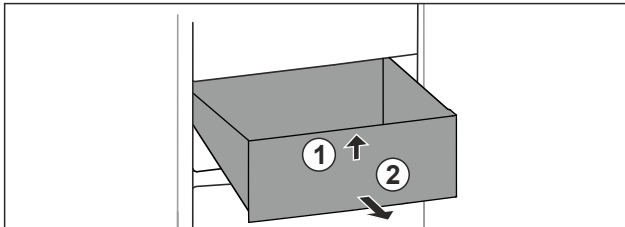

Fig. 101
- ▶ Levantar el cajón por delante. Fig. 101 (1)
- ▶ Extraer el cajón hacia adelante. Fig. 101 (2)